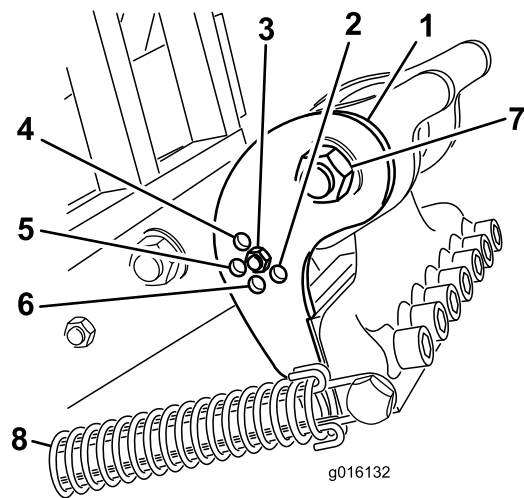

Figura 38
Defina o suporte da inclinação (Figura 38) para a posição correta com base no comprimento dos dentes a utilizar. A paragem da cabeça está definida numa das posições pré-determinadas ao escolher o furo através do qual a alavanca de ajuste é aparafusada. Estes furos são apenas predefinidos; por exemplo, ao utilizar um dente de 25,4 cm numa posição de 30,48 cm, poderá obter um acabamento mais suave; dependendo da aplicação.
3. Liberte a tensão da mola para a cabeça do dente (Figura 38).
4. Retire a porca e o parafuso dos orifícios de ajuste no suporte da inclinação (Figura 38).